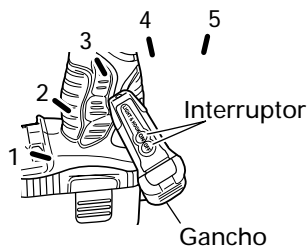

Fig. 9
(2) La dirección de la luz se puede ajustar dentro del alcance de las posiciones 1 -5 del gancho. (Fig.9)